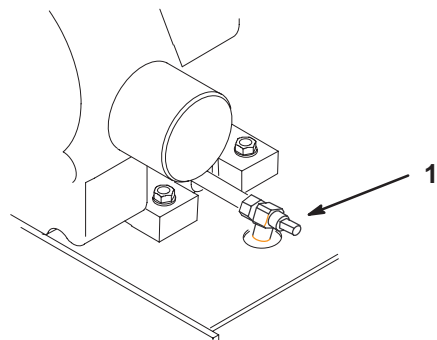

Figure 38
3. Placez un bac de vidange sous l'orifice de vidange. Tournez le robinet de vidange d'huile pour permettre à l'huile de s'écouler (Fig. 38).